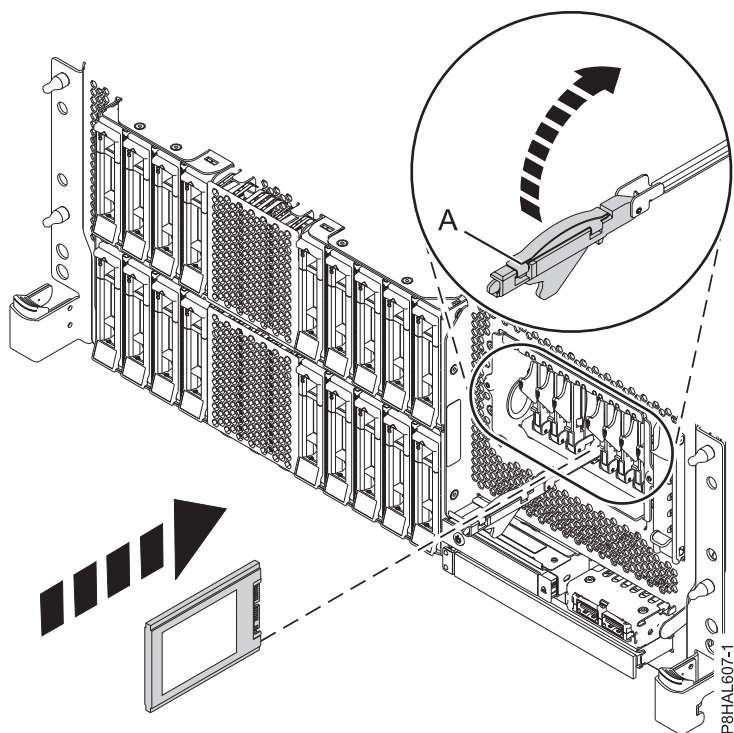
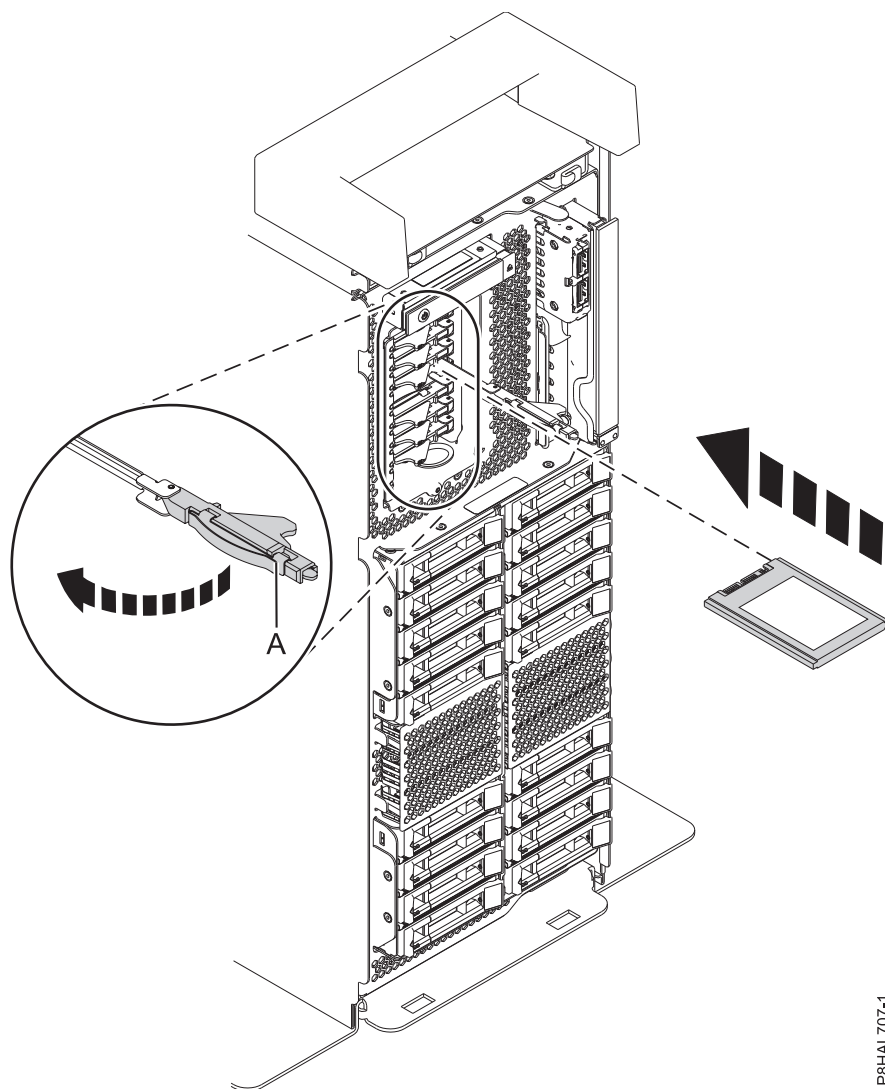

Figura 130. Substituir uma unidade SSD num sistema de função expandida montado em bastidor
Figura 131. Substituir uma unidade SSD num sistema de função expandida autónomo
14. Com a pega do compartimento de unidade de SSD (**A**) na posição desbloqueada, puxe a alavanca para fora para ter acesso às calhas na ranhura de SSD. Apoie a parte inferior da SSD à medida que a alinha com as calhas na ranhura de SSD. Consulte a Figura 130 na página 144 e a Figura 131 na página 145.
18. Bloqueie a unidade ao rodar a pega do compartimento (**A**) na direcção demonstrada em Figura 130 na página 144 e Figura 131 na página 145.